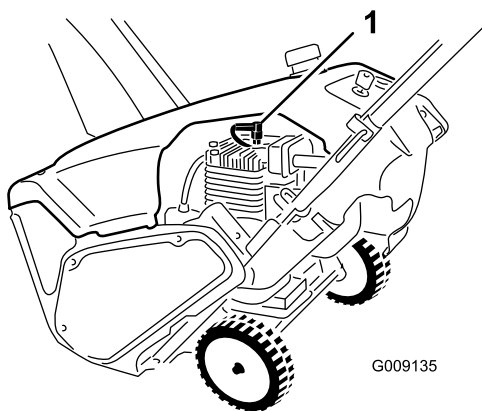

Figure 30
5. Débranchez la bougie (Figure 30).